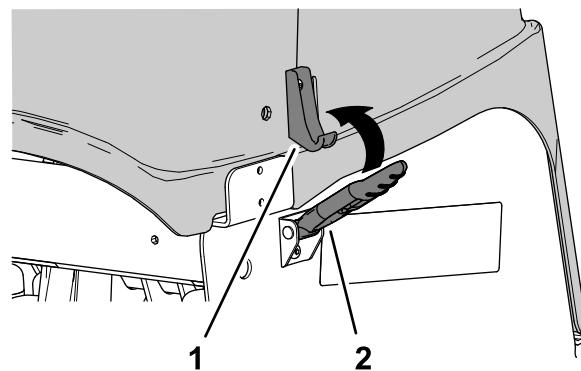

図 142
2. ラッチ全部で 4 つを掛けてカバーを固定する 図 142。